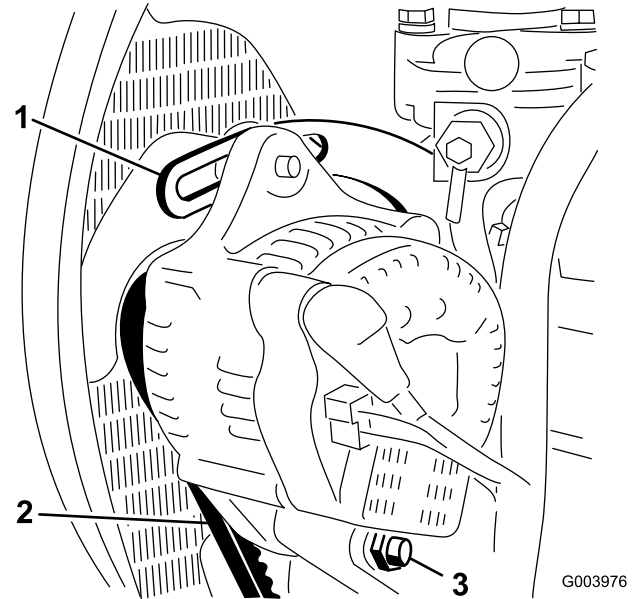

Bild 54
2. Prüfen Sie die Spannung des Treibriemens, indem Sie eine Kraft von 10 kg in der Mitte zwischen der Lichtmaschine und der Kurbelwellenscheibe ansetzen (Bild 54).
4. Lockern Sie die Schrauben, mit denen der Bügel am Motor befestigt ist sowie die Schraube, mit der die Lichtmaschine am Bügel befestigt ist (Bild 54).